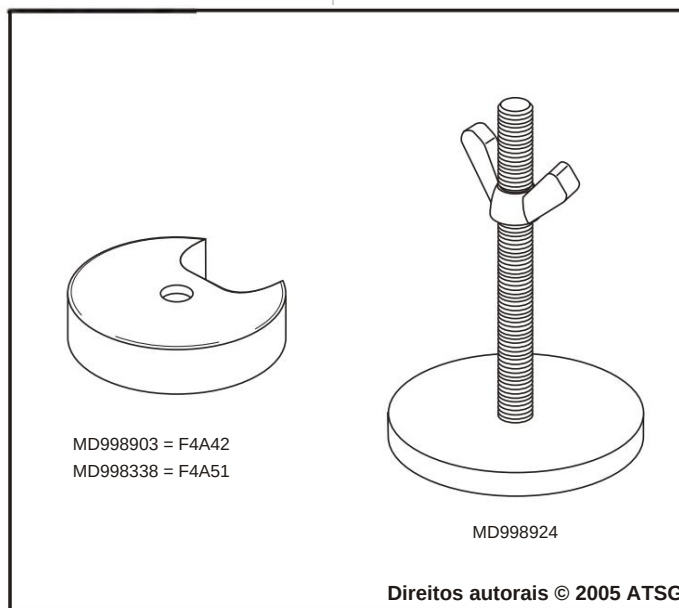

Figura 170
35. Comprima a pista do sprag, retentor e retorno mola usando as ferramentas especiais mostradas na Figura 170 e instale o anel elástico.